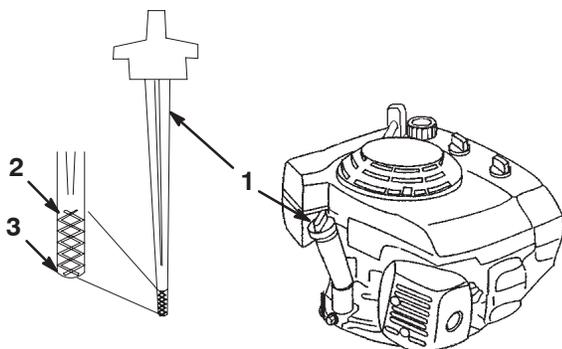

Bild 6
Stellen Sie vor jedem Einsatz sicher, dass der Ölstand zwischen den unteren und oberen Markierungen am Ölpeilstab liegt (Bild 6).
- Reinigen Sie den Bereich um den Peilstab (Bild 6).
- Lesen Sie den Ölstand am Peilstab ab (Bild 6).
- Wenn der Ölstand unter der unteren Füllstandmarke am Ölpeilstab ist, nehmen Sie den Peilstab heraus und gießen Sie nur so viel Öl **langsam** in den Einfüllstutzen, bis der Ölstand die obere Füllstandmarke am Peilstab erreicht (Bild 6).